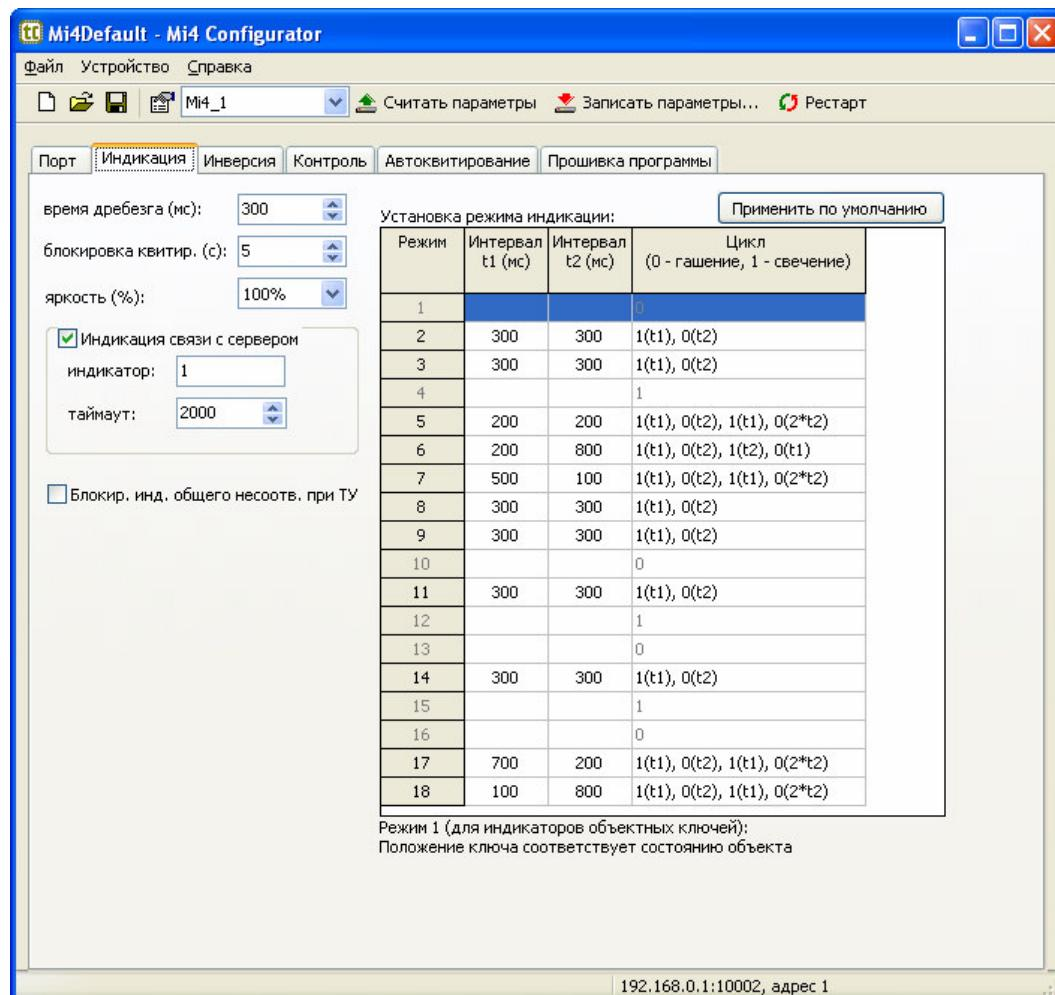

Рисунок 9 – Закладка «Параметры индикации»
5.2.3 Параметры индикации модуля (рисунок 9):